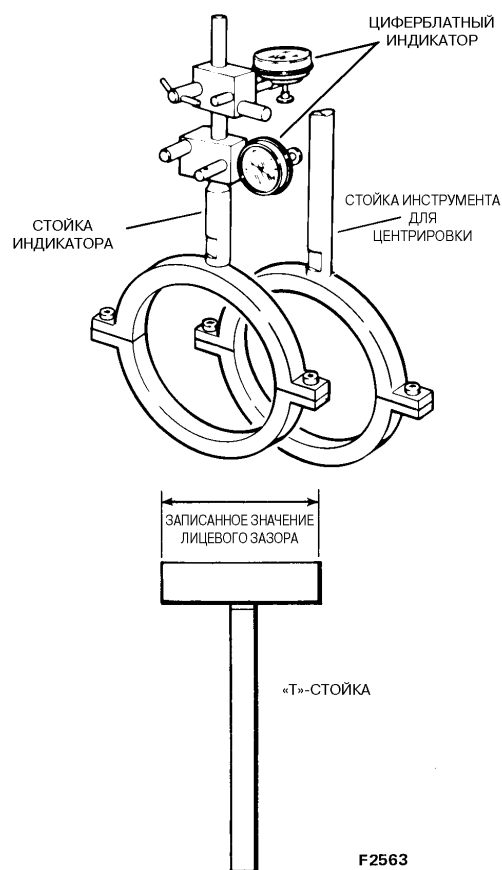

Рисунок 9-5. Оправка для центровки
2. При регулировке используйте регулировочные зажимные приспособления, а также циферблатный индикатор (см. рисунок 9-5). Если установка между валом двигателя и входным валом подходящая, то показатель на экране циферблатного индикатора будет около “0”.